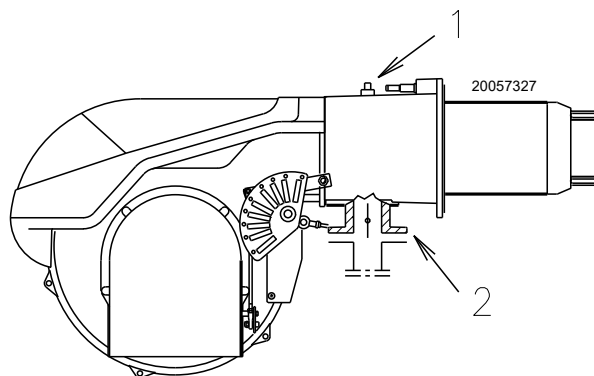

Fig. 21
Presión del gas en la toma 1) (Fig. 21 en pág. 24), con:
Pérdida de carga válvula de mariposa del gas 2)(Fig. 21 en pág. 24) con abertura máxima: 90°.
- restar a la presión del gas en la toma 1)(Fig. 21) la presión de la cámara de combustión.
Presión del gas en la toma 1)(Fig. 21) = 17,7 mbar
Para conocer la presión del gas necesaria en la toma 1)(Fig. 21), fijada la potencia máxima de modulación a la cual se desea que funcione el quemador:
- Leer a la derecha, columna 1, la presión en la toma 1)(Fig. 21).
presión necesaria para la toma 1)(Fig. 21).